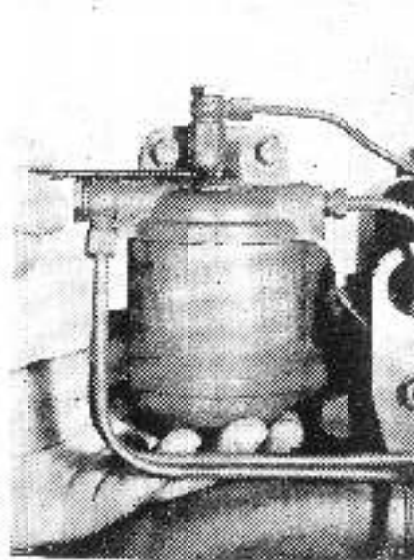

Fig. 25
Filtre à combustible (fig. 25 et 26) :
- Dévisser la vis centrale d'assemblage (fig. 25).